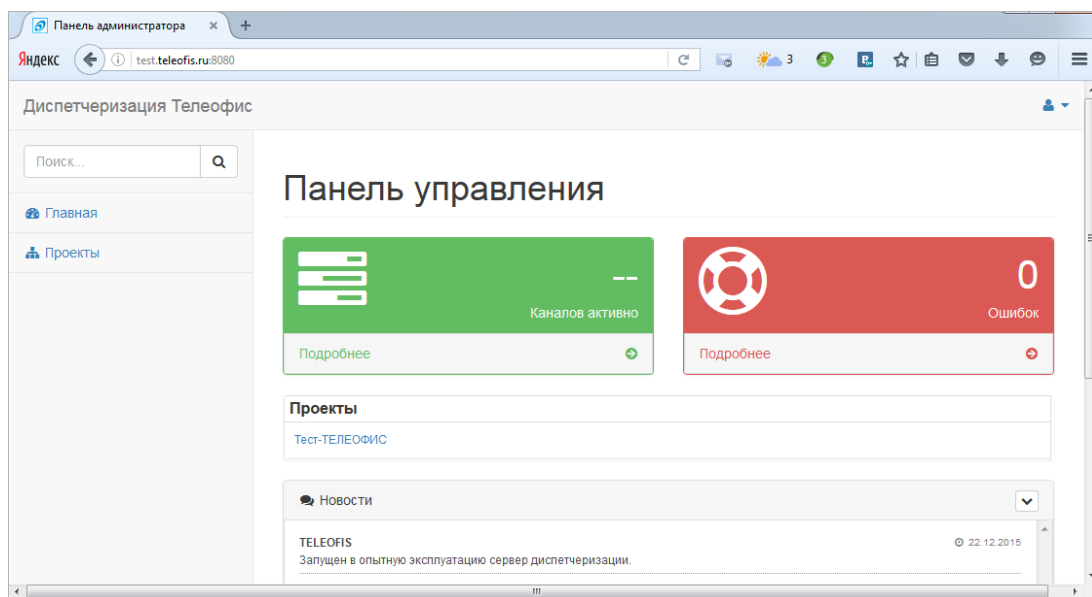

Рис.5. Главная страница сервера “TELEOFIS”.
Зайдите на сервер по адресу <http://телеметрия.рф> и введите регистрационные данные, полученные в письме (логин и пароль). Откроется главная страница - панель администратора (Рис.5).
- **Главная** — панель управления, где будут отображаться ваши проекты и новости сервиса. Под проектом подразумевается название организации или реализуемого проекта (например, “Тест-ТЕЛЕОФИС” как на Рис.5).